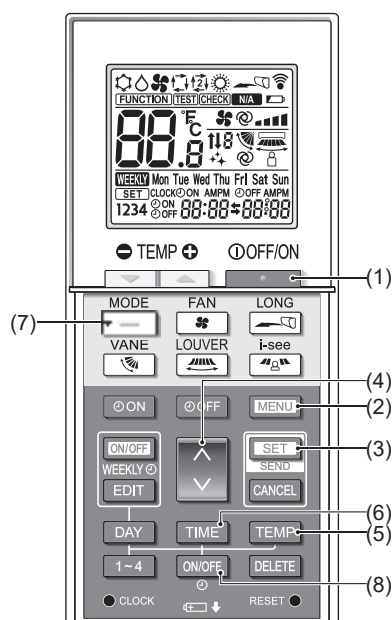

Fig. 6-10
1. Appuyez sur la touche **MODE** (1) pour arrêter le climatiseur.
2. Appuyez sur la touche **SET** (3) dans les 5 secondes. L'écran de réglage du mode s'affiche.
3. Appuyez sur la touche **—** (7). Le mode de fonctionnement (A) clignote. (Fig. 6-10)
4. Appuyez sur la touche **▲▼** (4) pour changer le n° de réglage.
5. Vérifiez que le n° de réglage "6" est affiché et que **☀** ne clignote qu'en mode de fonctionnement (A), puis appuyez sur la touche **SET** (3) dans les 5 secondes.